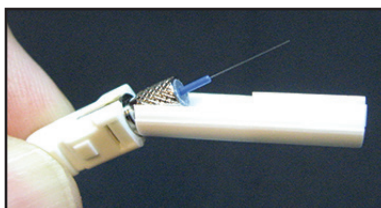

Figura 1
3. Segure o conector com firmeza e puxe o protetor de clivagem para baixo para removê-lo do conector (Figura 1).